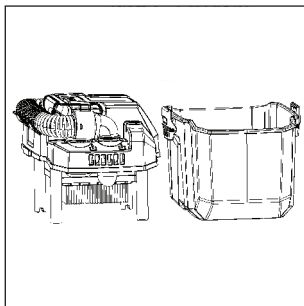

Рис. 14
- Снимите корпус электродвигателя с бака пылесоса (Рис. 14).